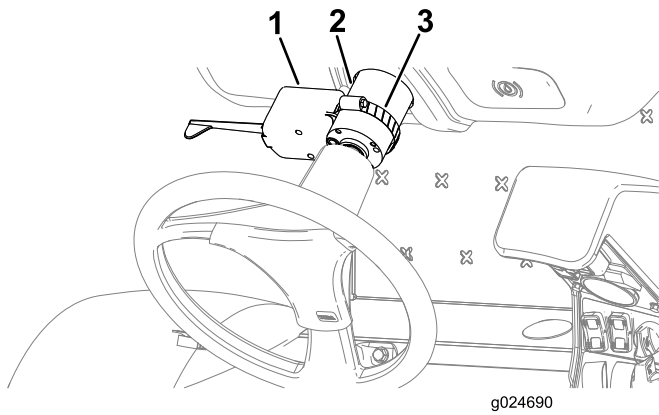

Figure 19
2. Placez le collier sur la vanne de direction et insérez-le dans l'ouverture de l'interrupteur des clignotants (Figure 19).
3. Fixez l'interrupteur des clignotants à la colonne de direction à l'aide du collier (Figure 19).